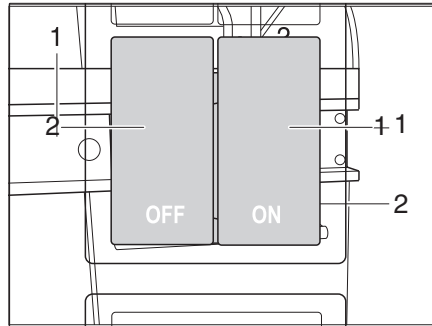

Fig. 119 Interruptor para bloqueo central de la línea de servicio de cocina
La línea de servicio de cocina está equipada con un bloqueo central. Las trampillas y los cajones del bloque de cocina se pueden bloquear y desbloquear manualmente con el interruptor (Fig. 119).
- Bloqueo* ■ Pulsar el interruptor ON (Fig. 119,1). Las trampillas y los cajones del bloque de cocina están bloqueados.
- Desbloqueo* ■ Pulsar el interruptor OFF (Fig. 119,2). Las trampillas y los cajones del bloque de cocina están desbloqueados.